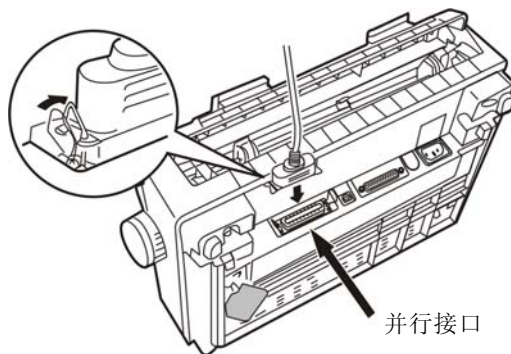

图 1-25 连接并口电缆
1. 关闭计算机和打印机的电源。将并口电缆插头连接到打印机的并行接口，扣上连接器两侧的锁簧扣，使插头固定（如图 1-25 所示）。